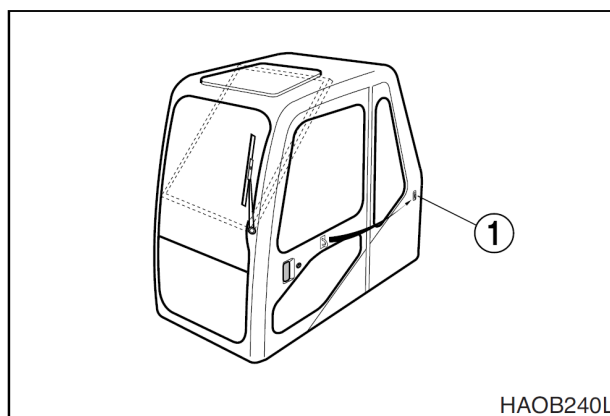

Рис. 100
- Дверная защелка (1, рис. 100) используется для крепления открытой двери к стенке кабины.